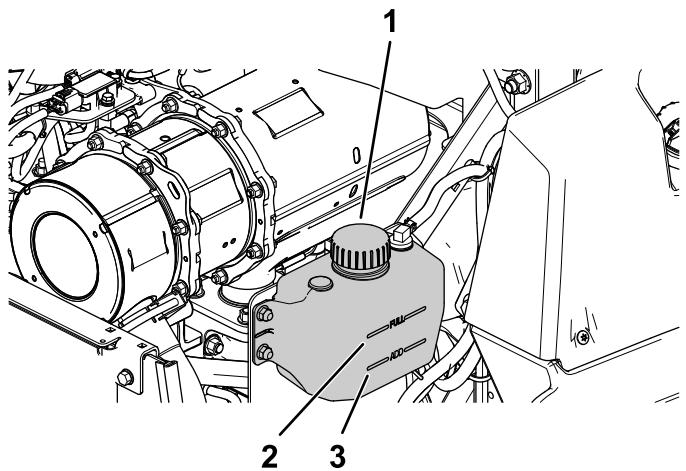

Figure 55
5. Si le niveau du liquide de refroidissement est trop bas, enlevez le bouchon du vase d'expansion et faites l'appoint de liquide spécifié (Figure 55).
4. Vérifiez le niveau du liquide de refroidissement dans le vase d'expansion (Figure 55).